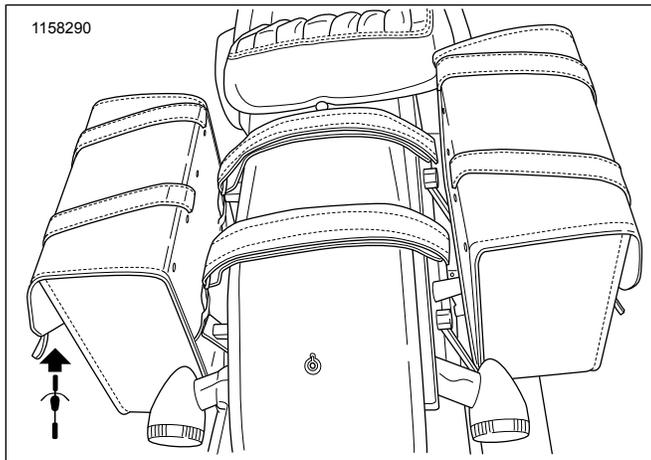

Figure 3. Positionnement de la chape de support
10. Figure 3 Poser les chapes de support, déjà fixées à la sacoche de droite, en les faisant passer par le ruban anti-abrasion du garde-boue pour les fixer à la sacoche de gauche.